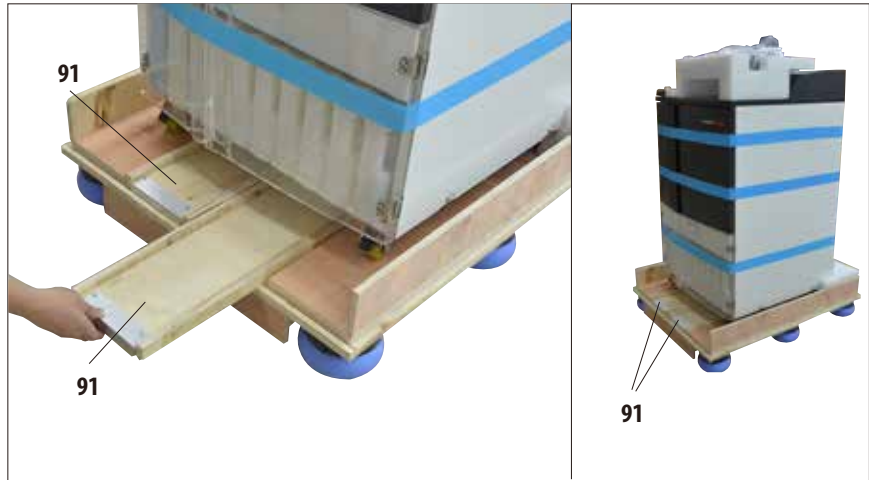

Fig. 8
- Scoateți cele două șine (91) pentru rampă sub aparat, trăgându-le înapoi (Fig. 8).